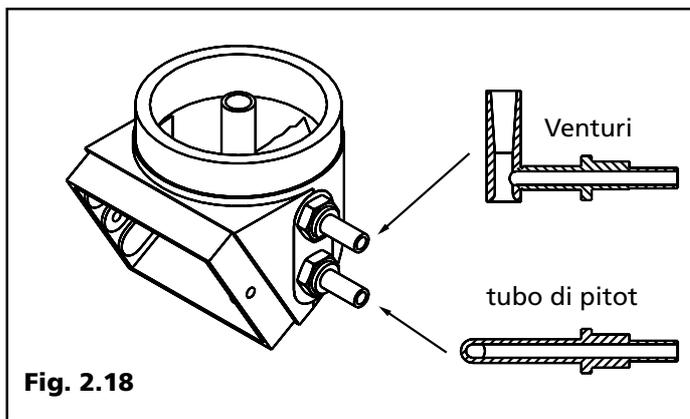

Fig. 2.18
2.13 Venturi e tubo di pitot (Fig. 2.18)